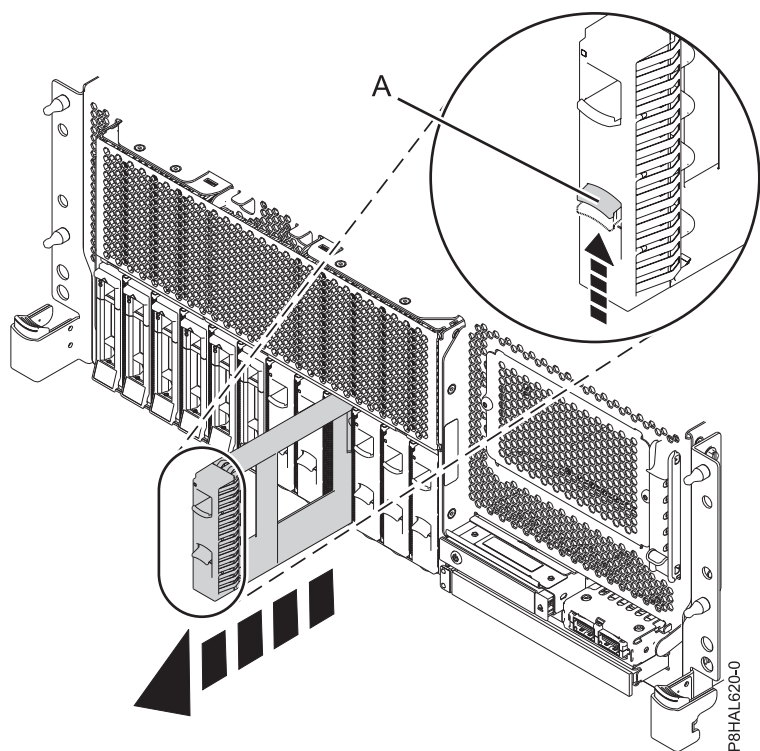

Figura 133. Extracción de un panel de relleno de unidad de disco de un sistema de función base montado en bastidor
3. Empuje el pestillo (A) en el asa del panel de relleno en la dirección que se muestra en la Figura 133, la Figura 134 en la página 149, la Figura 135 en la página 150 y la Figura 136 en la página 151.